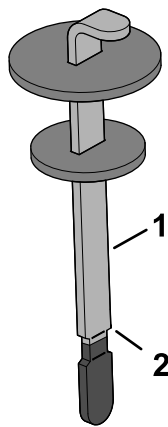

Bild 180
4. Entfernen Sie den Peilstab aus dem Füllstutzen und wischen ihn mit einem sauberen Lappen ab. Stecken Sie den Peilstab in den Einfüllstutzen und ziehen ihn dann heraus, um den Ölstand zu prüfen. Der Ölstand sollte an der Markierung am Peilstab liegen (Bild 180).